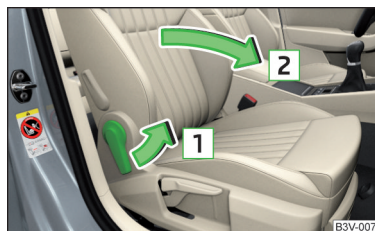

Fig. 72
- Para **abatir hacia delante**, tirar la palanca en el sentido de la flecha **1** y abatir hacia delante el respaldo del asiento en el sentido de la flecha **2** » fig. 72. El enclavamiento debe encajar de forma audible.